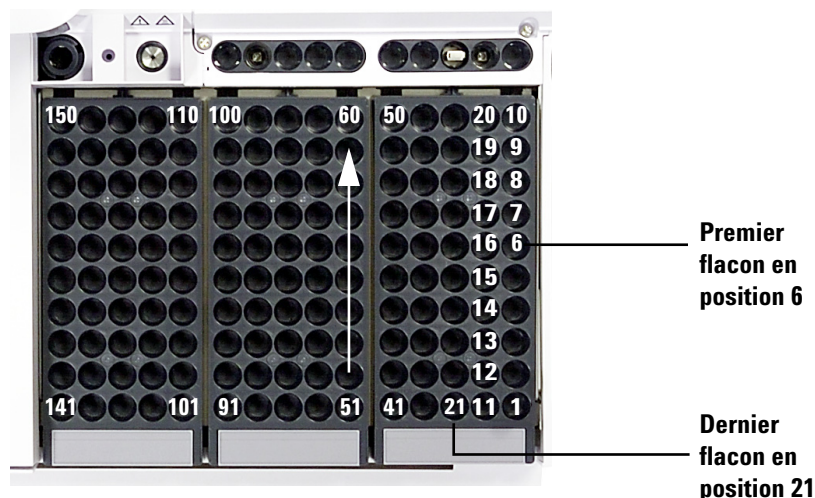

Figure 2 Chargement des positions dans le porte-échantillons
- Placez 150 échantillons maximum dans les trois racks de flacons conformément à la séquence programmée. La Figure 2 montre le chargement du porte-échantillons dans le cas d'une séquence utilisant les positions 6 à 21 du porte-échantillons.